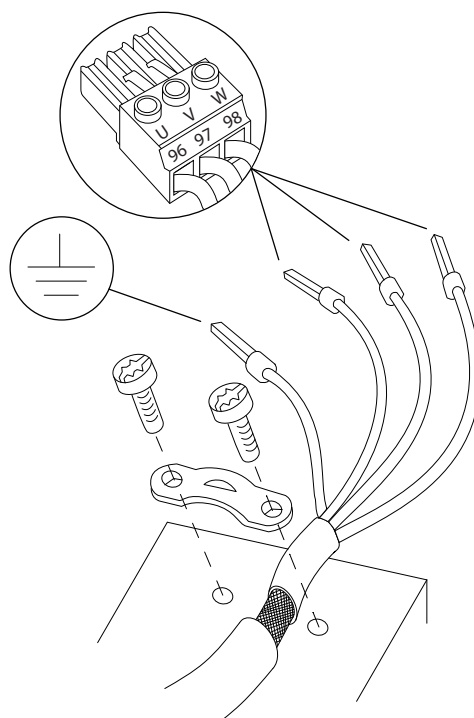

Ilustración 2.4 Conexión del motor
3. Conecte el cable de toma a tierra al terminal de conexión a tierra más cercano, según las instrucciones de conexión a tierra que aparecen en el capítulo «Conexión a tierra» de la Guía de funcionamiento del VLT® Midi Drive FC 280. Consulte la Ilustración 2.4.
4. Conecte el cableado del motor trifásico a los terminales 96 (U), 97 (V) y 98 (W), como se muestra en la Ilustración 2.4.